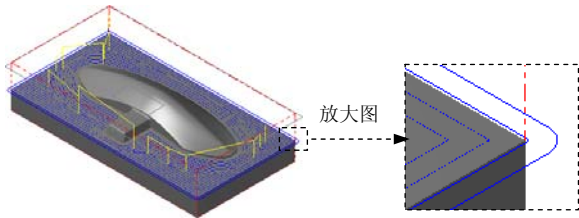

图 9.27 刀具路径
(1) 设置曲面加工参数。在“曲面精加工环绕等距”对话框中单击 **曲面参数** 选项卡，在 **干涉面** 文本框中输入值 3.0，**曲面参数** 选项卡中的其他参数设置保持系统默认设置。
(2) 设置环绕等距精加工参数。
① 在“曲面精加工环绕等距”对话框中单击 **环绕等距精加工参数** 选项卡。在 **环绕等距精加工参数** 选项卡的 **大切屑间距 (M)** 文本框中输入值 4.0，并确认 **加工方向** 区域的 **⌚ 顺时针** 单选项处于选中状态，在 **环绕等距精加工参数** 选项卡中选中 **✓ 切削顺序依照最短距离** 复选框。
② 取消选中 **设定深度 (D)...** 按钮前的复选框。单击 **间隙设置 (G)...** 按钮，在系统弹出的“刀具路径的间隙设置”对话框中选中 **✓ 切削顺序最佳化** 复选框，在 **位移小于允许间隙时，不提刀** 区域的下拉列表中选择 **平滑** 选项。
③ 单击 **✓** 按钮，系统返回至“曲面精加工环绕等距”对话框。对话框中的其他参数设置保持系统默认设置，单击“曲面精加工环绕等距”对话框中的 **✓** 按钮，同时在图形区生成图 9.27 所示的刀具路径。